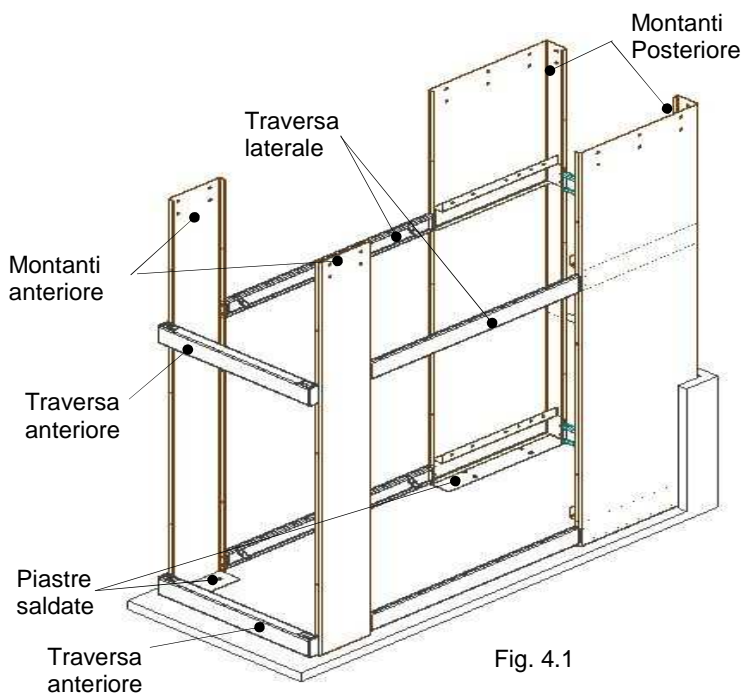

Fig. 4.1
- ✓ Posizionare i quattro montanti come indicato in fig. 4.1 in base alla tipologia di posizionamento della struttura rispetto alla fossa, legandoli provvisoriamente al ponteggio.